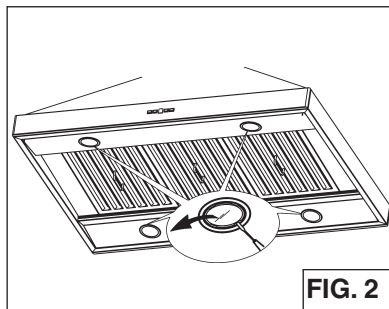

FIG. 2
1. Abra la tapa haciendo palanca desde las ranuras correspondientes (Fig.2).